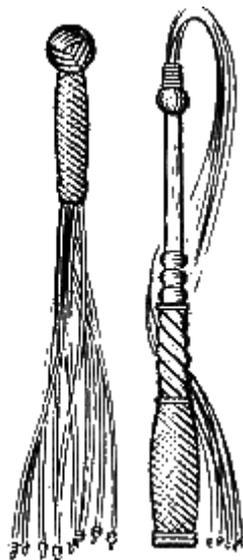

Рис. 2. «Кровавый» узел: а – Первый способ вязки; б – второй способ вязки
**“Кровавый” узел** (рис. 2). От простого узла этот узел отличается тем, что его ходовой конец, будучи введен в петлю, еще один раз обносится вокруг коренной части троса. Это почти вдвое увеличивает размеры узла.
Существуют два способа вязки таких узлов. Если число шлагов не превышает трех, их делают ходовым концом троса внутрь петли (рис. 2, а), а если оно больше, то шлаг делают вокруг коренной части троса и ходовой конец пропускают внутрь (рис. 2, б).